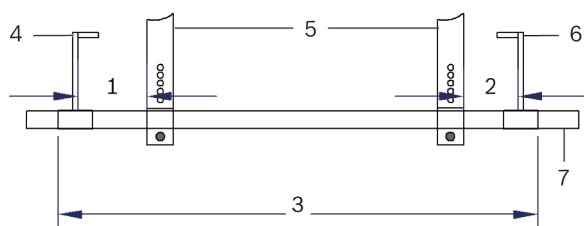

Figura 2: Suportes de distâncias
- ▶ Não ultrapasse a capacidade máxima de carga em conformidade com a tabela “Capacidade de carga das ferramentas” e respeite as medições de distância indicadas na Figura 2.
- ▶ Utilize a barra transversal T40092/1 apenas juntamente com os dois contra-apoios T40092/2 e T40092/3. Os suportes T40091/2 são apoiados na barra transversal (Figura 2).